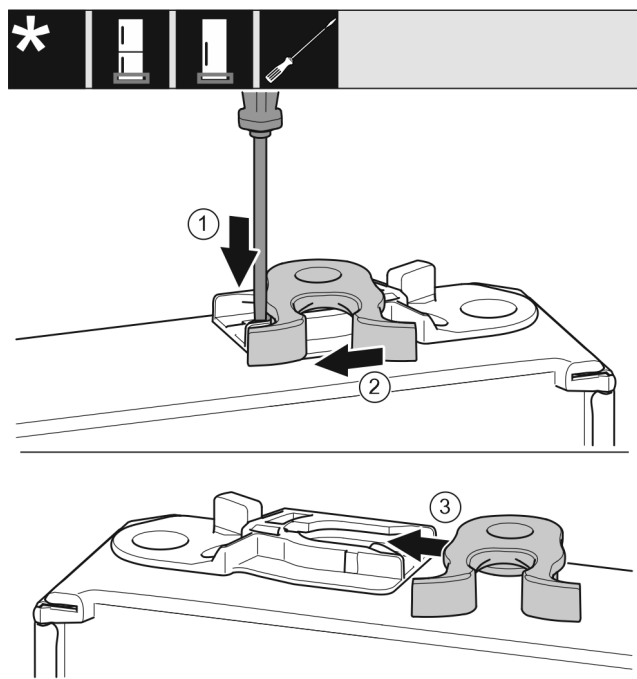

Fig. 18
- ▶ Нажмите шлицевой отверткой на накладку вниз. Fig. 18 (1)
- ▶ Выведите запорный крючок из направляющей. Fig. 18 (2)
- ▶ Вставьте запорный крючок в направляющую с другой стороны. Fig. 18 (3)